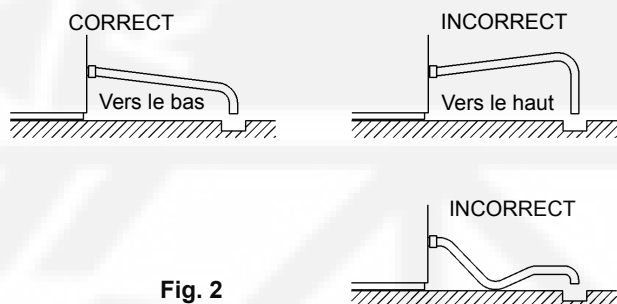

Fig. 2
- \* Pour éviter un refoulement à l'intérieur du bac de stockage, poser le tuyau de vidange comme illustré à la figure 2.